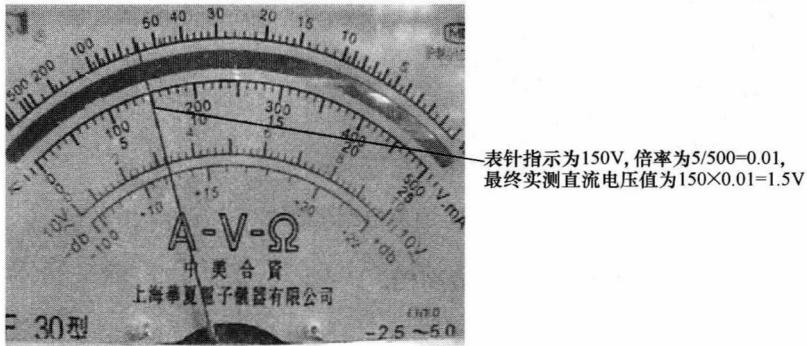

图 1-5 实测电压读数
3) 读出指针在电压刻度线上(第二条线)的读数, 根据挡位读出所测电压的值, 如图 1-5 所示。